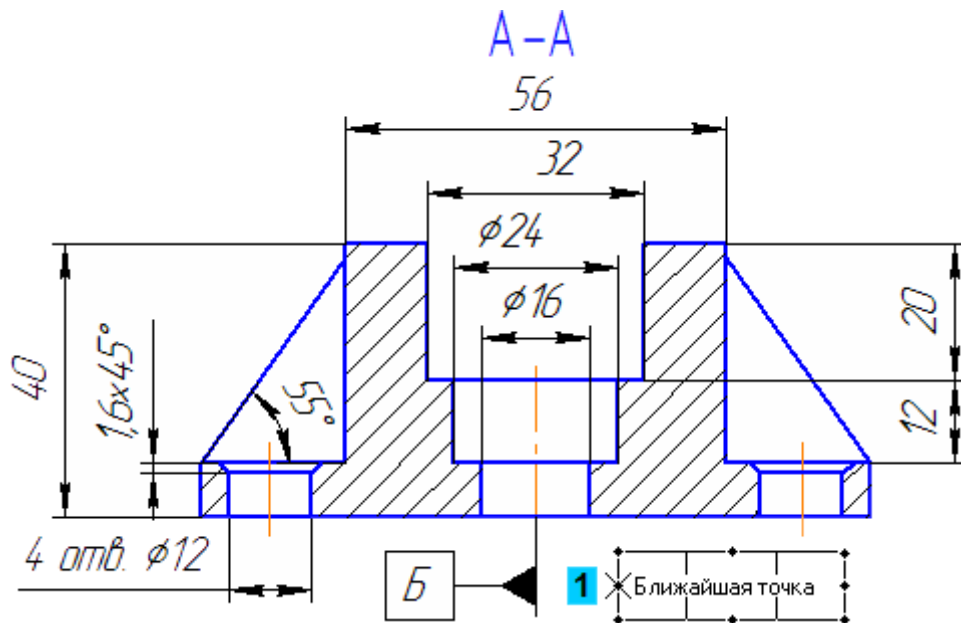

Рисунок 69.
- На таблице допуска появятся точки, из которых можно начать отвлечение. Укажите левую среднюю точку (точка 1) (рис. 69).